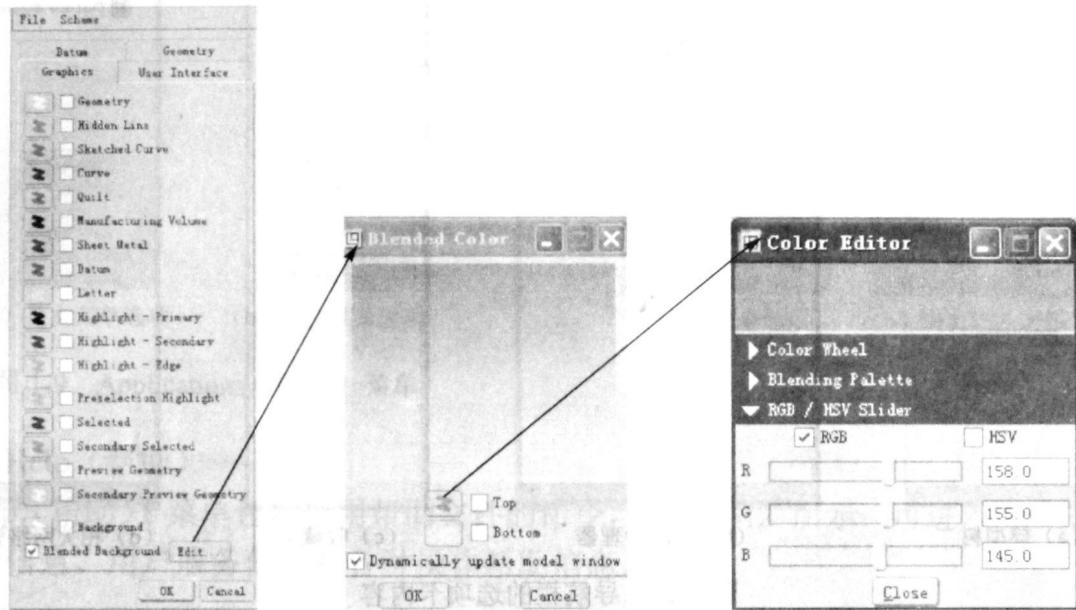

图 1-16 混合背景颜色的设定
② 在【System colors】对话框的最下面，有【Blended Background（混合背景）】选项，勾选它，再单击【Edit】按钮，显示【Blended Color（混合背景）】选项卡，单击 Blended Color 对话框中间【Top（顶部）】左边的方块，便显示【Color Editor（颜色编辑）】对话框，如图 1-16 所示。